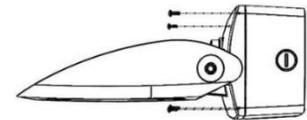

Figure 1.1
1. Détachez la boîte en saillie du luminaire en retirant les quatre vis (Fig. 1.1).
9. Fixez le boîtier en saillie au couvercle avec quatre vis à l'aide d'un tournevis (Fig. 1.1).